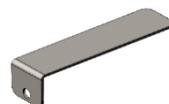

Fig. 26 - Clé
- En cas d'absence de courant avec une porte fermée avec une serrure électrique, il faut ouvrir la porte avec la clé appropriée fournie (fig. 26)